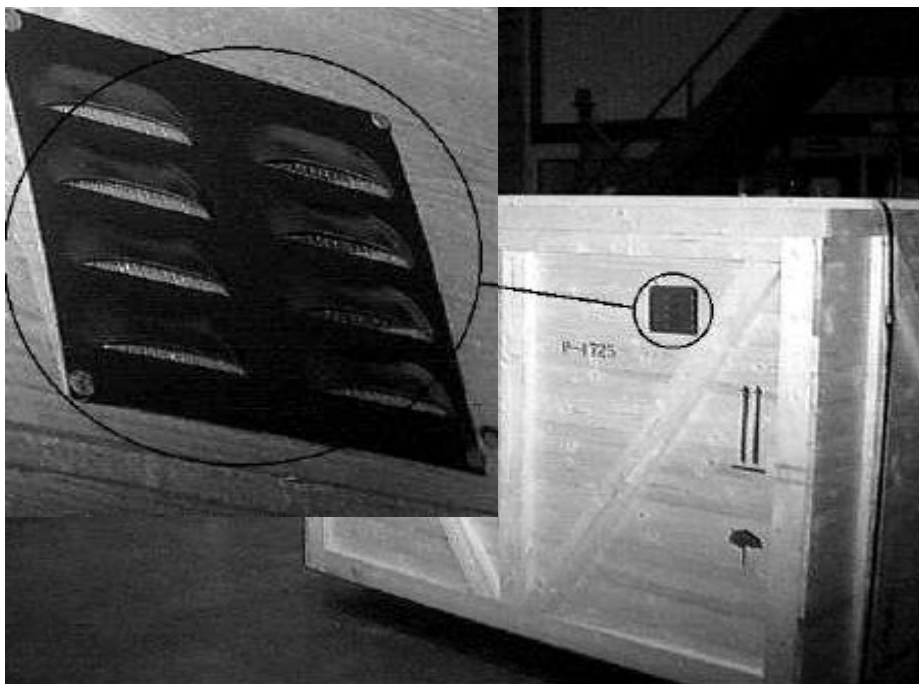

Figura 2-2 Fori di ventilazione
- Apportare piccole aperture per la ventilazione quando la macchina è stoccata in una cassa di legno e impedire ad acqua, insetti e parassiti di penetrare nella cassa (vedi Figura 2-2 Fori di ventilazione).